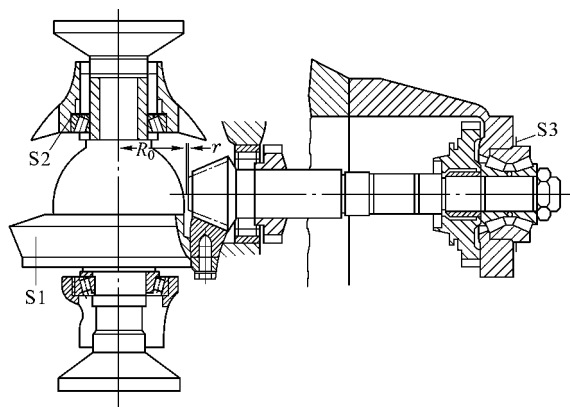

图 4 - 22 调整垫片的位置
(1) 求出主动齿轮垫片与差速器垫片总厚度。更换变速器壳、主减速器盖、差速器的滚子轴承、差速器壳时，需重新调整，就必须对调整垫片厚度进行测量和计算。
(2) 将圆锥滚子轴承的外圆和 1.2 mm 厚的调整垫片一起推进罩壳，直至挡块为止。并将有调整垫片的圆锥滚子轴承外圈推进到盖内，直至挡块为止。
(3) 将不带转速表齿轮的差速器轴承端装进壳罩，然后装上轴承盖，按对角顺序以 $24.5\text{ N}\cdot\text{m}$ 扭矩拧紧螺栓。
(4) 安装夹紧套筒和套筒，上下移动夹紧套筒，读出千分表的摆差。需加垫片厚度 = 摆差 + 预紧量 0.4 mm - 厚垫片厚度。调整垫片的位置如图 4 - 22 所示。